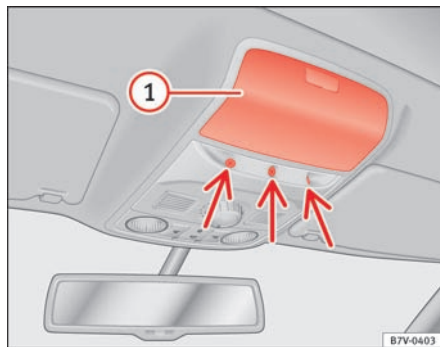

Fig. 49 I tagkonsollen: kabineovervågnings-sensorer
Luk brillerummet ⇒ Fig. 49 ① i tagkonsollen, da kabineovervågningens funktion (pile) ellers ikke er sikret optimalt.